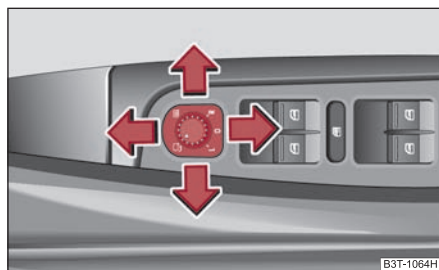

Fig. 76 Interiorul ușii: Buton rotativ
– Aduceți butonul rotativ în poziția  ⇒ fig. 76.
Când butonul rotativ se află în poziția  ⇒ fig. 76 și se selectează treapta de marșarier, suprafața oglinzii se basculează puțin în jos. Astfel în timpul parcării este asigurată vizibilitatea spre bordură.